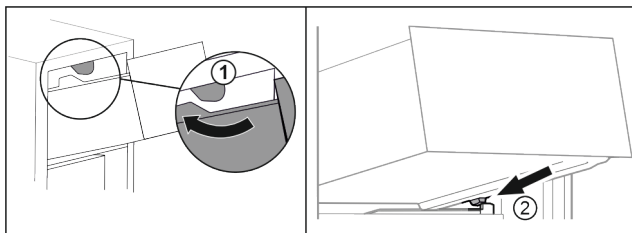

Fig. 98
- ▶ Ved'te zásuvku podél horních zarážek. Fig. 98 (1)
- ▶ Nasad'te zásuvku šikmo za dolní zarážky na žebrování na nádoby. Fig. 98 (2)